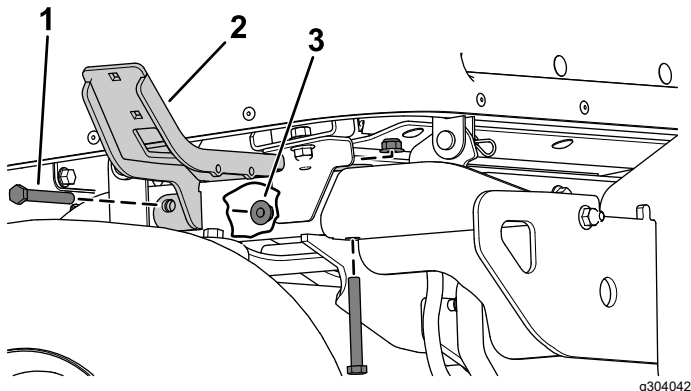

Figura 22
2. Fissate il supporto sinistro e quello destro sui tubi del telaio posteriore utilizzando 2 bulloni a testa esagonale (3/8" x 3") e 2 dadi di bloccaggio (3/8") per ciascun lato (**Figura 22**).